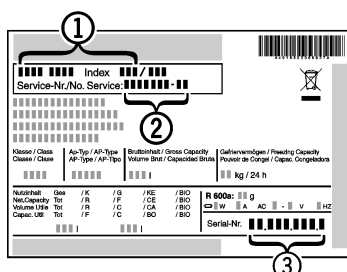

Fig. 9
- ▶ Aflæs apparatets betegnelse Fig. 9 (1), service-nr. Fig. 9 (2) og serie-nr. Fig. 9 (3) fra typeskiltet. Typeskiltet er anbragt på apparatets venstre inderside.
- ▶ Underret vores kundeservice og meddel fejlen, apparatets betegnelse Fig. 9 (1), service-nr. Fig. 9 (2) og serie-nr. Fig. 9 (3).